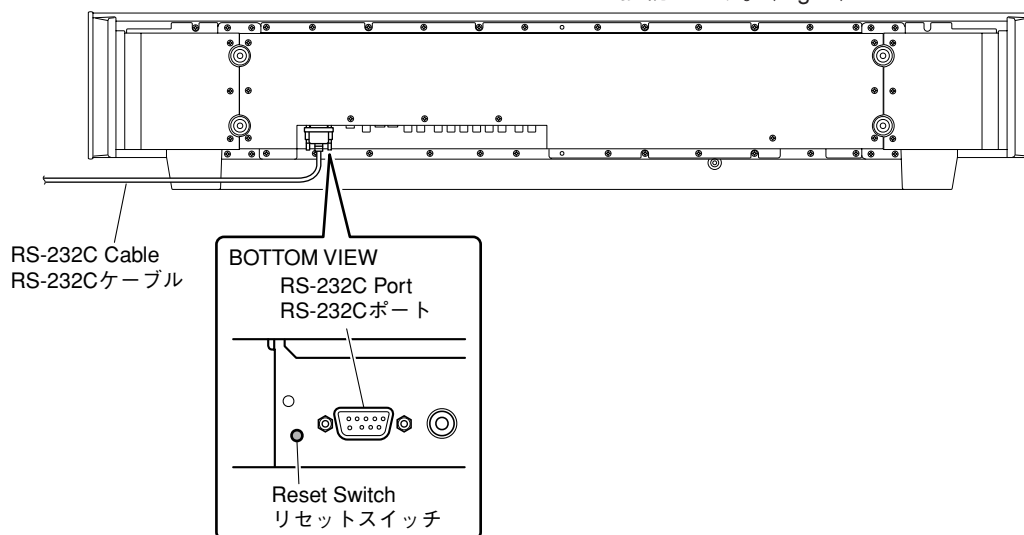

Fig. 1
2. Before turning on the power to YSP-1000 and PC, connect between RS232C ports with the RS232C cable (cross cable). (Fig. 1)
3. While pressing the reset switch of YSP-1000, connect the power cable to the AC outlet. (Fig. 1, 2)
2. YSP-1000とPCの電源を入れる前に、それぞれのRS232Cポート間をRS232Cケーブル(クロスケーブル)で接続します。(Fig. 1)
3. YSP-1000のリセットスイッチを押しながら、電源コードをACコンセントに接続します。(Fig. 1, 2)